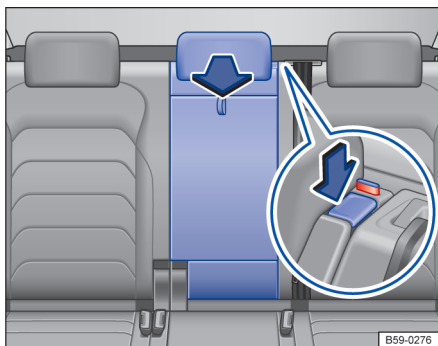

图 231 在后排座椅靠背中：打开贯通装载系统
- 沿箭头方向按下解锁按钮→图 231，将贯通装载系统向前翻折。
- 锁止显示上的红色标记→图 231（放大图）不得再可看到。
- 锁止显示→图 231（放大图）上的一个红色标记指示贯通装载系统未卡止。务必检查，当贯通装载系统处于垂直位置时，是否绝对看不到此红色标记。